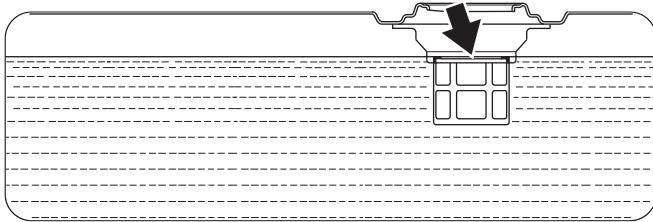

Figura 15 – Nivel máximo de carga de gasolina
6. Agregue gasolina lentamente dentro del depósito de combustible. Tenga mucho cuidado de no llenar el depósito en exceso. La gasolina NO debe ser superior al indicador de nivel de color rojo dentro de la boca de llenado (*vea la Figura 15*).